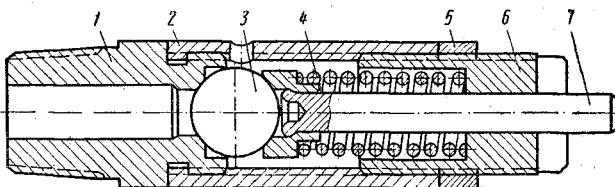

Рис. 68. Предохранительный клапан:
**Предохранительный клапан** (рис. 68). Этот клапан предназначен для предохранения пневматической системы от чрезмерного повышения давления при работе автоматического регулятора давления. Клапан установлен на переднем правом баллоне.